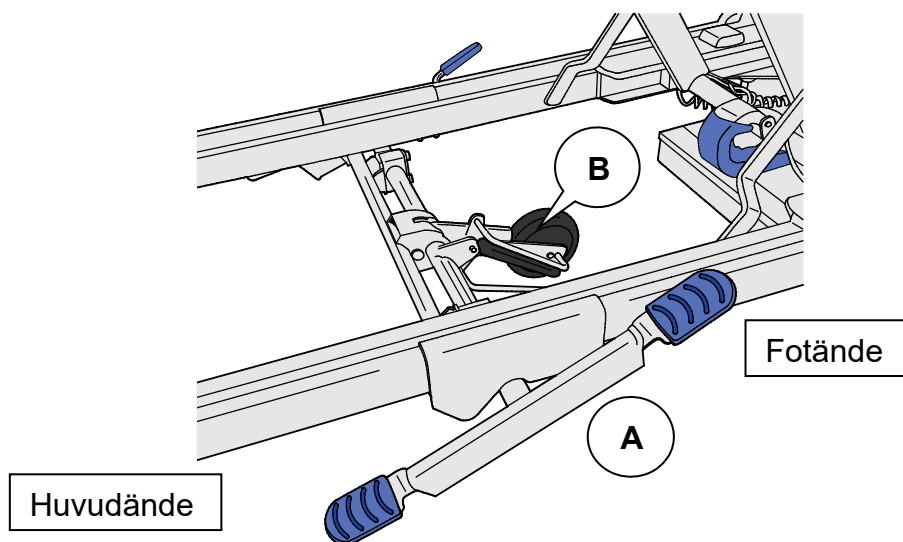

Fig. 1– Femte hjulets aktiveringspedal
(Se Fig. 1)
1. Tryck ned fotänden på det femte hjulets aktiveringspedal (A) med foten. **(Se Fig. 1)**
2. Kontrollera att det femte hjulet (B) är höjt från golvet.